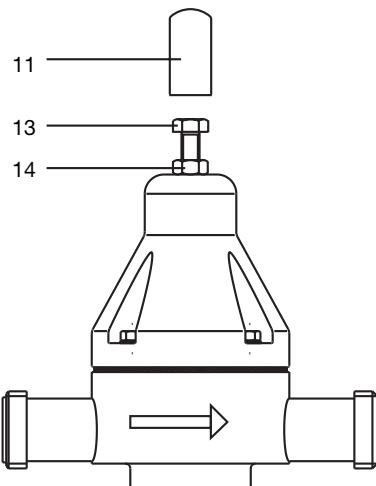

Abb. 3
- Die Schutzkappe (11) abziehen (siehe Abb. 3)
- die Druckeinstellschraube (13) zur Druckentlastung herausdrehen (bis leichtgängig)
- den gewünschten Betriebsdruck durch Hineindrehen der Druckeinstellschraube (13) einstellen (Einstelldruck am Manometer ablesen)
- die Druckeinstellschraube (13) sichern durch Anziehen der Kontermutter (14).